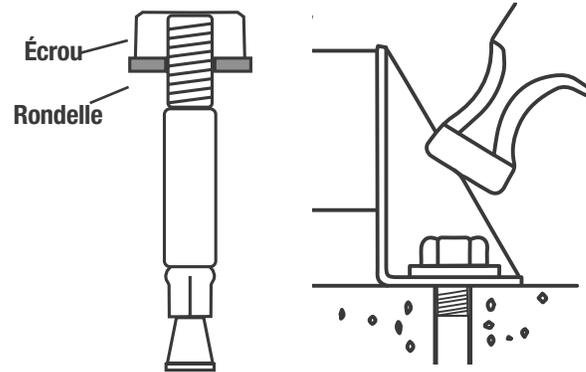

Figure 25 : Installation du goujon d'ancrage de la fixation au sol
- Enfoncer les goujons d'ancrage au marteau jusqu'à ce que la rondelle affleure la plaque de fixation au sol. (Fig. 25)